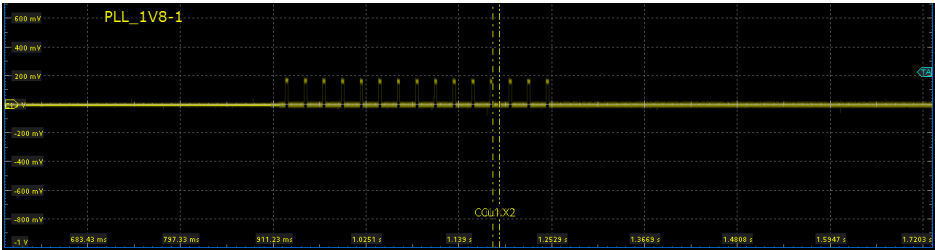

Figure 2. LDO 短路上电波形
2. 电源轨#1 和#2 可以看到完整的 15 次重启过程，这是状态机 15 次进入 SAFE RECOVERY 最终 recover counter 到达上限停在 SAFE RECOVERY 状态的表现。波形上可以看到 15 个脉宽大于 1.7ms 的脉冲，电源轨#3 和#5 可以看到 15 次脉冲，虽然脉宽较短，但是脉冲顶部都达到了合理的预期的电压。而电源轨#4 没有达到预期的高度，图 2 是这样的一个例子，这里的 15 个脉冲都只到 200mV，说明是这个电压短路了，短路原因待进一步查明。